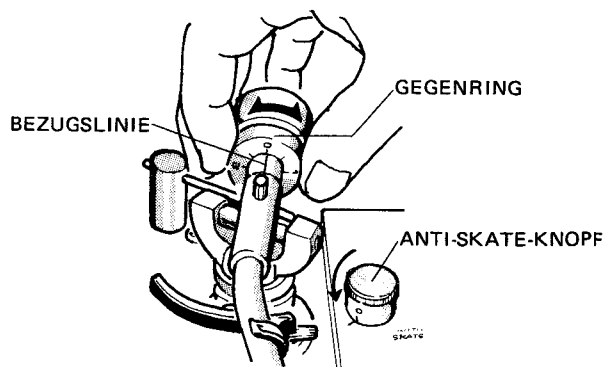

Abb. 10
1. Stellen Sie den ANTI-SKATE-Knopf auf 0 (Abb. 10).
7. Beim Erzielen der horizontalen Balance wird der Auflagedruck 0. Drehen Sie nur den Gegenring (achten Sie dabei darauf, nicht das Gegengewicht zu drehen) und stellen Sie dessen 0-Anzeige auf die Auflagedruck-Bezugslinie am Tonarm aus (Abb. 10).